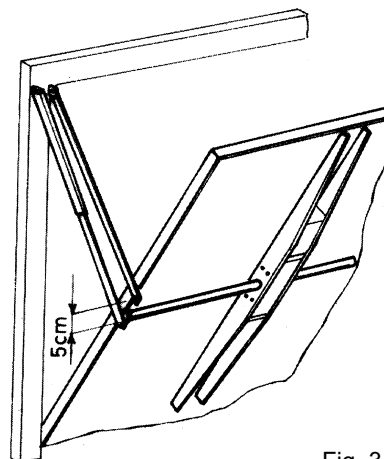

Fig. 3
B) Basculante a telo unico (Fig. 3)